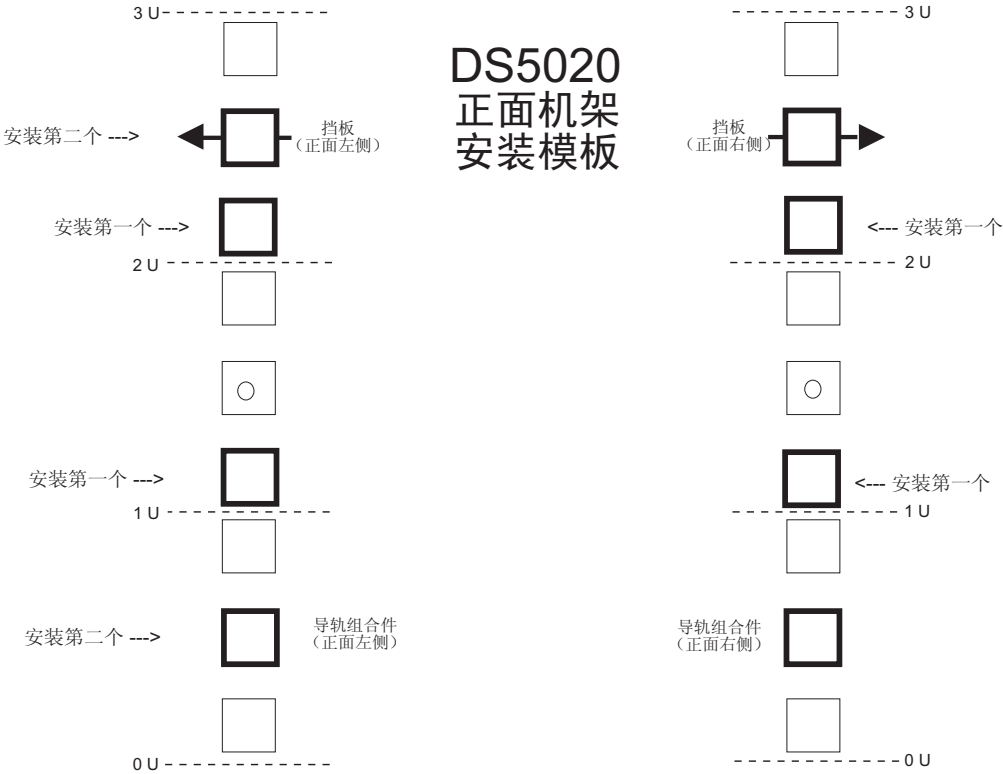
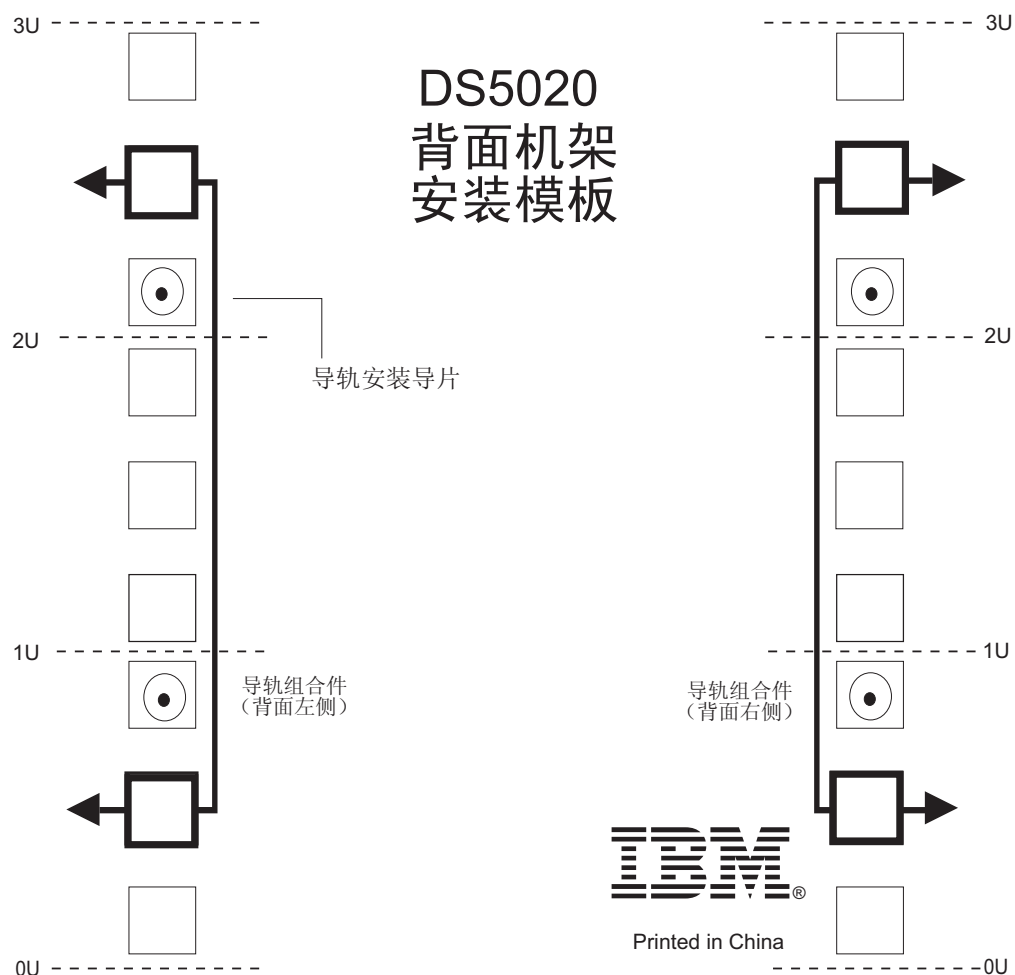

图 13. 前部机架安装模板
图 14. 后部机架安装模板
使用以下模板（第 31 页的图 13 和第 32 页的图 14）来确定将支撑导轨和 DS5020 存储子系统安装到机架式机箱时 M5 螺钉的正确插入位置。模板中突出显示了 M5 螺钉的位置。
要点： 在第 163 页的附录 B，『机架安装模板』中提供了机架安装模板的副本。如果您想要从本文档中撕下模板，请使用第 163 页的附录 B，『机架安装模板』中的副本。使用上述模板（第 31 页的图 13 和第 32 页的图 14）来确定将支撑导轨和 DS5020 存储子系统安装到机架式机箱时 M5 螺钉的正确插入位置。模板中突出显示了 M5 螺钉的位置。
- 导轨边缘与存储子系统的底部（第 32 页的图 14 中的 0U 边界）对齐。
注：确保安装在第 31 页的图 13 中标注为首先安装的螺钉。